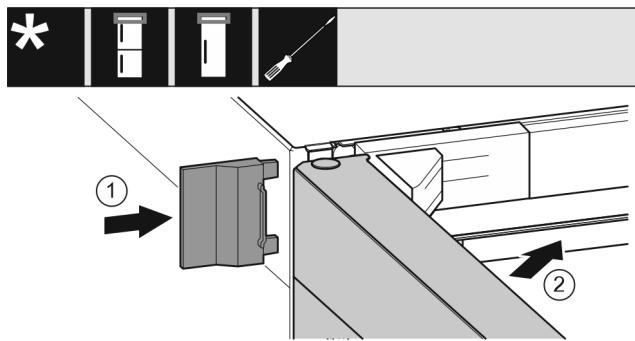

Fig. 22
- ▶ Надвиньте внешнюю крышку. *Fig. 22 (1)*
- ▶ Закройте верхнюю дверь. *Fig. 22 (2)*